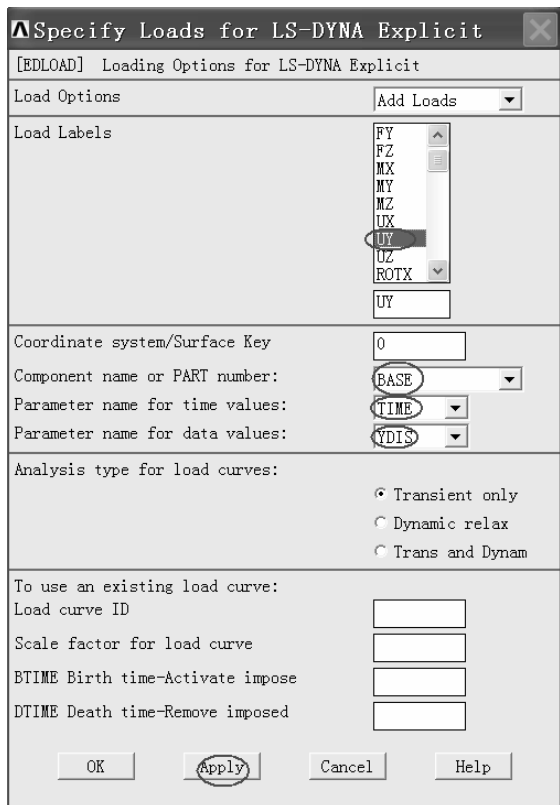

图 10-34 “Specify Loads for LS-DYNA Explicit”窗口
(1) 依次选择 Main Menu>Preprocessor>LS-DYNA Options>Loading Options>Specify Loads, 弹出 “Specify Loads for LS-DYNA Explicit” 窗口 (见图 10-34)。